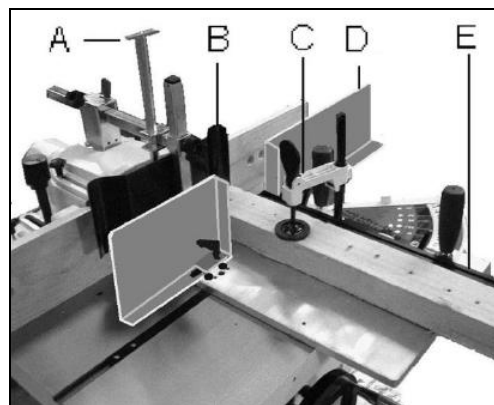

Fig 25
Der Werkstück-Niederhalter (C, Fig 25) und das Gehrungslinaleal mit Anschlag (E) gewährleisten die Stabilität des Werkstückes während der Bearbeitung.